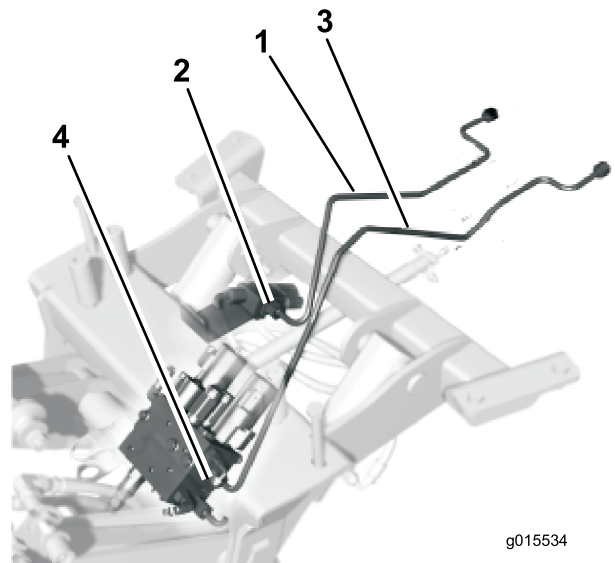

Figura 4
1. Conecte provisionalmente el tubo hidráulico más corto al acoplamiento recto de la válvula (Figura 4).
2. Conecte provisionalmente el tubo hidráulico más largo al acoplamiento recto del colector (Figura 4).
- Pase el tubo hidráulico más corto (Figura 4) alrededor y por encima de la varilla de control de tracción.